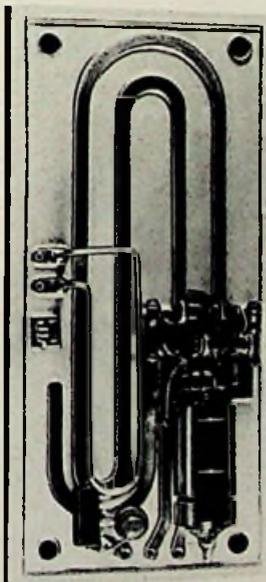

Bild 1. Ausführung eines Gegentakt-Oszillators in keramischer Reliefschaltung. Die Platte ist 50 x 100 mm groß
2) FUNKSCHAU 1959, Heft 14, Seite 345, Bild 1